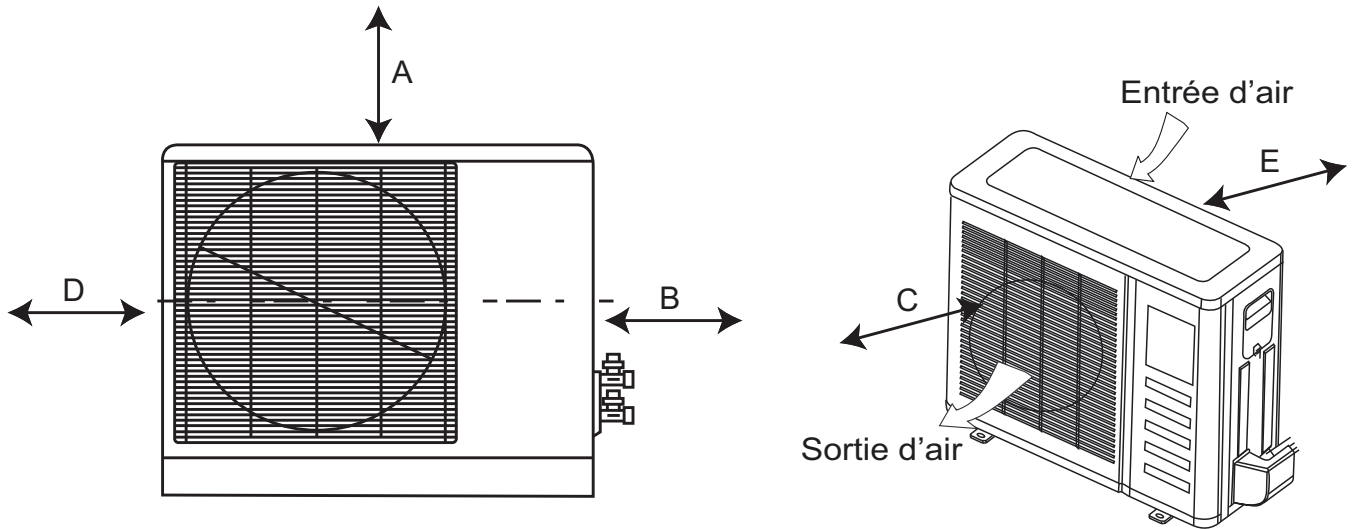

Figure 10 – DÉGAGEMENTS – EXTÉRIEUR
- Emplacement qui fournit les dégagements appropriés (consultez la figure 10).